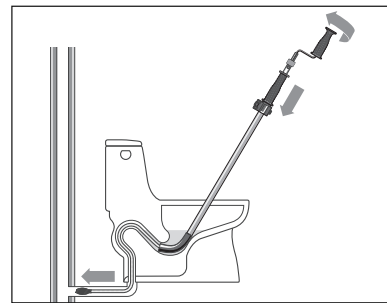

Figure 6 – Funcionamiento de la barrena
- Haga girar el cable en sentido FORWARD (hacia la derecha) y al mismo tiempo empuje la manilla de la manivela o el taladro hacia el tubo guía para hacer avanzar el cable dentro del desagüe (Figure 6). Para maniobrar a través de trampas y curvas estrechas en el desagüe.